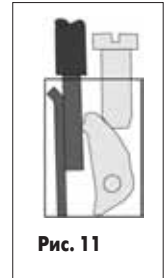

Рис. 11
5. TOP-подключение (рис. 11). При способе подключения TOP проводник и зажимной